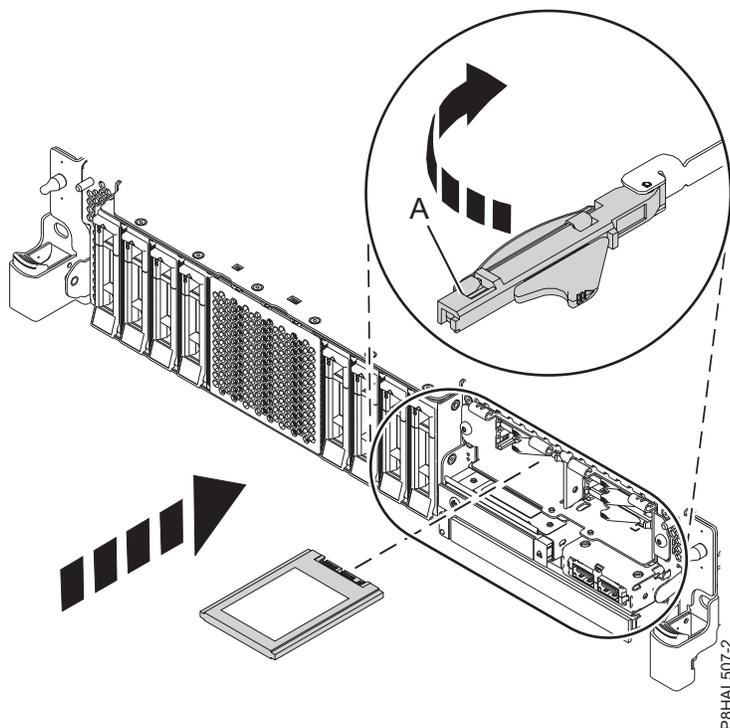

Figura 97. Substituir uma unidade SSD num sistema de função expandida
15. Com a pega do compartimento de unidade de SSD (**A**) na posição desbloqueada, puxe a alavanca para fora para ter acesso às calhas na ranhura de SSD. Apoie a parte inferior da SSD à medida que a alinha com as calhas na ranhura de SSD. Consulte Figura 97 na página 102.
19. Bloqueie a unidade ao rodar a pega do compartimento (**A**) na direcção demonstrada em Figura 97 na página 102.